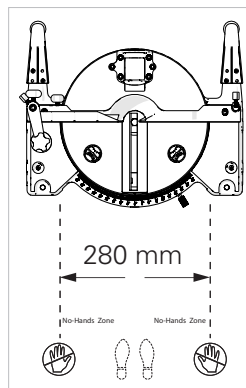

Fig. 10
3. Posição do corpo e das mãos (Fig. 10)